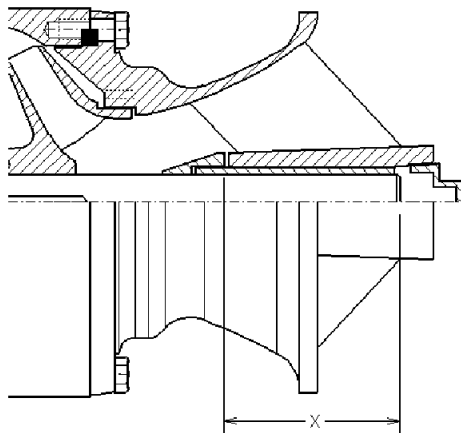

Figura 21
2. Si el anillo protector no está puesto sobre el eje, instálelo. El anillo protector se une al eje por medio de un ajuste en caliente. El diámetro más largo de la parte ensanchada del anillo protector va hacia el cojinete de la campana de succión. Caliente el anillo protector hasta que se puede deslizar sobre el eje y colóquelo rápidamente para que el fondo del anillo protector se ajuste de acuerdo con la dimensión "X" antes de que se enfríe. Vea Figura 21. Ver Tabla 3 para las dimensiones "X". Deslice el extremo plano del eje de la bomba dentro del cojinete del tazón/campana de succión hasta que el anillo protector descansa sobre el tazón/campana de succión.